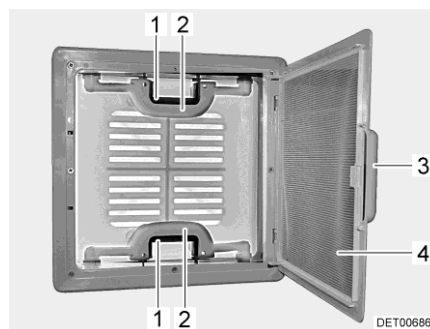

Bild 26 Taklucka med snäpplås
- Drag i handtaget (Bild 26,3).
- Fäll ned insektsskyddet (Bild 26,4).
- Tryck snäpplåset (Bild 26,1) mot takluckans insida. Tryck samtidigt takluckan uppåt med handtaget (Bild 26,2).
- Fäll upp insektsskyddet (Bild 26,4) så att det hakar i.
- Drag kraftigt ner takluckan med hjälp av båda handtagen (Bild 26,2) så långt, att snäpplåsen (Bild 26,1) går i lås.